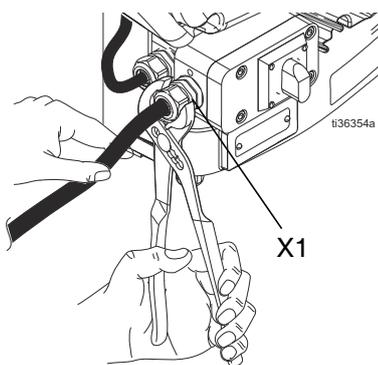

FIG. 5: Viti della scatola di giunzione e boccola passacavo
- Rimontare le viti della scatola di giunzione e le relative rondelle rimosse al punto 2 e serrare l'impugnatura del cavo (X1) in modo da assicurare saldamente il cavo di alimentazione nella scatola di giunzione (Y). Vedere: FIG. 5.